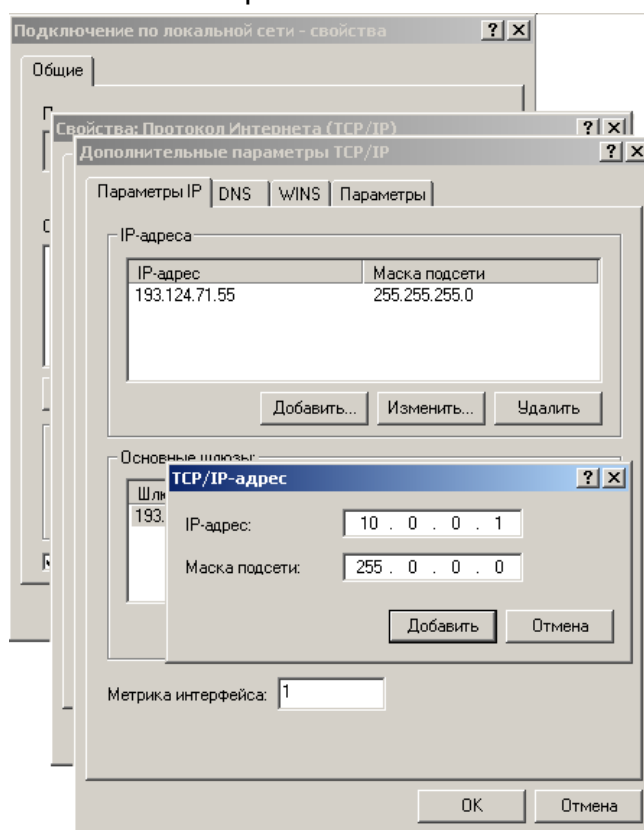

Рисунок 3 Добавление нового IP-адреса
- Добавьте (см. рис. 3) новый IP-адрес на сетевой интерфейс Вашего персонального компьютера с установленным ПО PERCo-S-20 «Школа». Или измените существующие IP-адрес (например, 10.0.0.1) и маску сети на те, которые указаны в паспорте на контроллер. Сделайте это соответствующим для операционной системы образом.